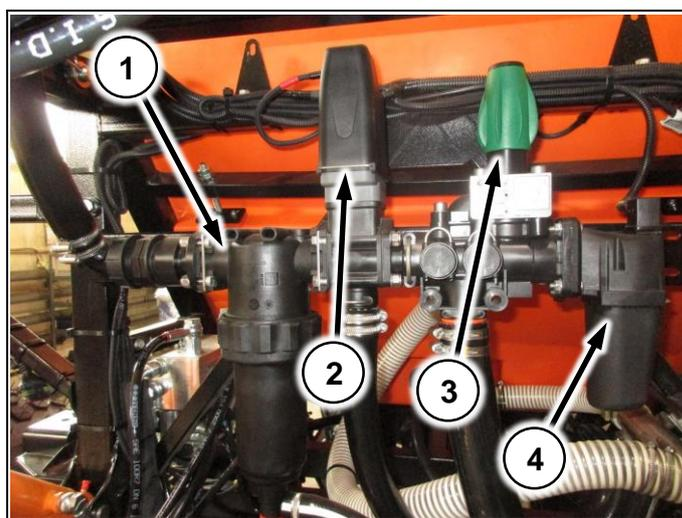

Рис. 95
- (Рис. 95/1) – корпус фильтра тонкой очистки;
(Рис. 95/2) – регулирующий клапан;
(Рис. 95/3) – предохранительный клапан;
(Рис. 95/4) – главный клапан;